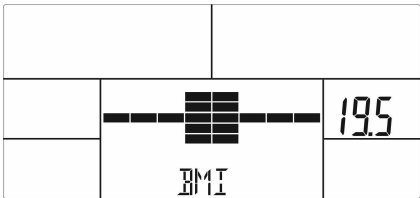
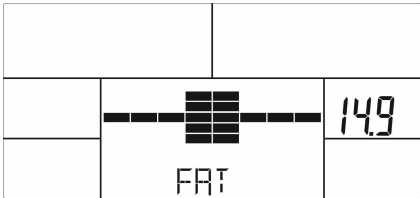

图 25
图 26
5. LCD 将会显示 体脂建议符号,BMI(图 25)和 FAT % (图 26) 30 秒。